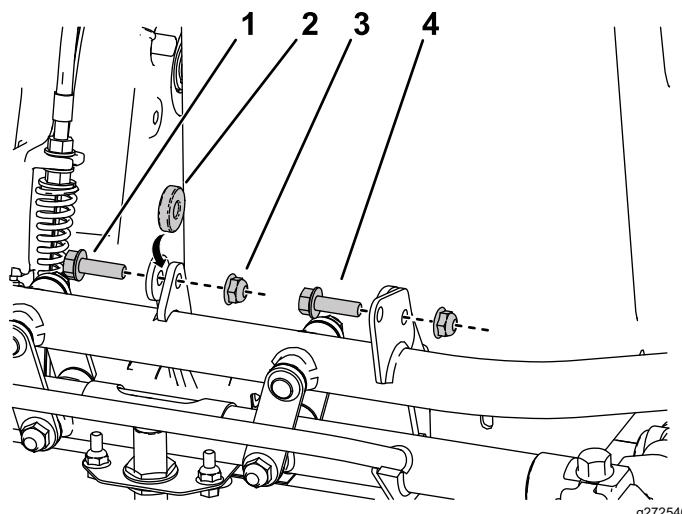

Figura 10
1. Alinhe a frente da nova plataforma da bateria na estrutura e instale as ferragens como se mostra na Figura 10.